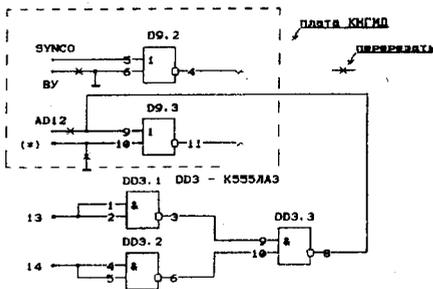

Рис. 3. Вывод (*) соединить с AD11 (контакт 12 бокового разъема КНГМД) для обеспечения отклика ОЗУ (ПЗУ) до адреса 174000
блокировка обращений ко всем адресам при установке бита 12 (AD12). Этот модуль производит изменение зоны отклика. После его установки блокируется обращение только к адресам 170000—177777 (если произвести доработку, которая описана чуть ниже, то к адресам 174000—177777). Схема третьего модуля приведена на рис. 3.
- На плате КНГМД перережьте выводы 9, 6 и 10 микросхемы D9 (K559IP2). Выполните соединения, как показано на рис. 3 (вверху). Разорвите цепь, соединяющую вывод 23 микросхемы ПЗУ D11 (K1801PE2-326 (-253)), и в разрыв подпаяйте резистор с сопротивлением 1 КОм.